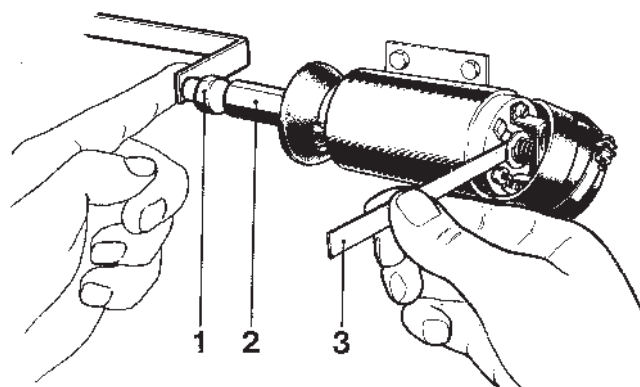

Fig. 175 Contrôle de l'écartement des contacts, électro-aimant d'arrêt CAV
3. Dégager le capot caoutchouc pour le flasque de l'électro-aimant d'arrêt (fig. 175).